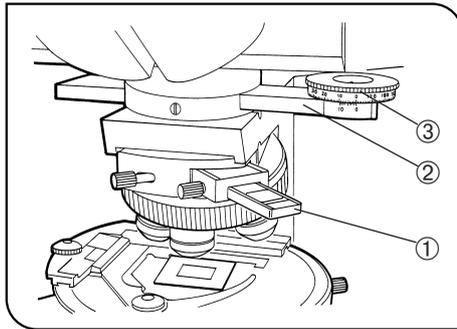

Fig. 19
Con l'accessorio intermedio per l'osservazione ortoscopica (U-OPA) (Fig. 19 e 20)
1. Inserire completamente il polarizzatore di allineamento ① fornito con l'U-OPA nell'adattatore per lamine compensatrici (U-TAD). Serrare la rispettiva vite di fermo (Fig. 19).
3. Introdurre l'analizzatore girevole (U-AN360P-2) ② nell'apposito slot di inserimento dell'accessorio intermedio. Inserire l'analizzatore nel percorso ottico, allentare la vite di fermo e regolare la ghiera di rotazione dell'analizzatore ③ su 0° (Fig. 19).